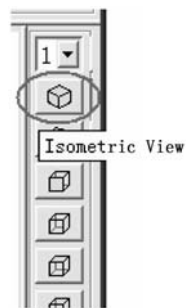

图 3-62 视图工具条
(14) 在“Linear Isotropic Material Properties for ...”窗口中“DENS”后的方框内输入8900，在“EX”后的方框内输入“1e11”，在“NUXY”后的方框内输入“0.3”。然后单击“OK”按钮返回到“Define Material Model Behavior”窗口。单击“Define Material Model Behavior”窗口右上角的叉号关闭该窗口。
(15) 单击操作界面右上角视图工具栏中的“Isometric View”（见图 3-62），将视图放置于轴测图位置。